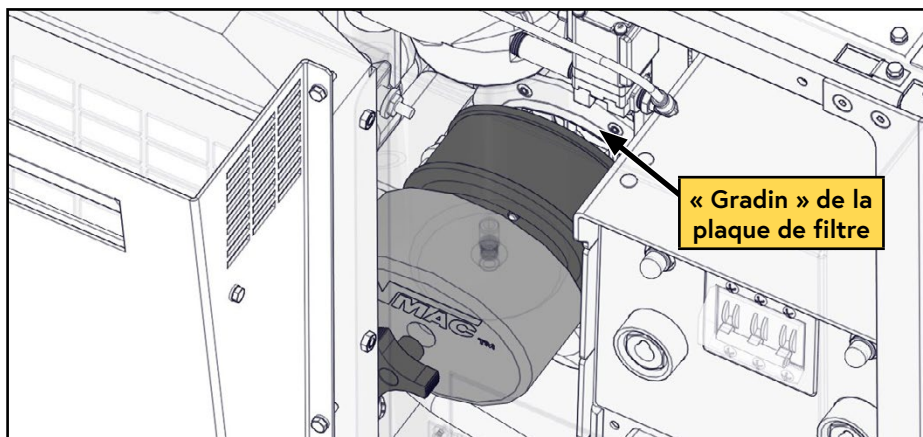

Figure 39 — Installer l'élément de filtre à air
Le filtre à air du compresseur peut être accessible et changé par le côté du panneau de service du Cat MF. Pour plus de clarté, Figure 39 est illustré du côté du radiateur du système.
- ☐ Assurez-vous que l'élément filtrant s'insère solidement sur le « gradin » de la plaque de filtre (Figure 39).